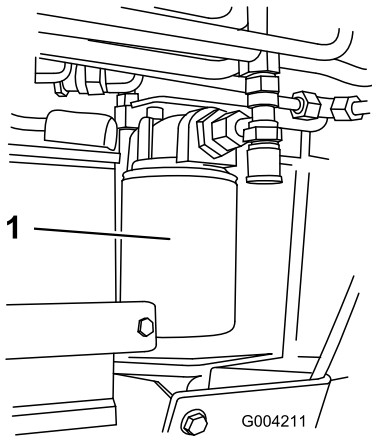

Figure 62
4. Placez un bac de vidange sous le filtre (Figure 62).
5. Enlevez le filtre à huile usagé (Figure 62) et essuyez la surface du joint de l'adaptateur.
7. Montez le filtre de rechange sur l'adaptateur (Figure 62). Tournez le filtre dans le sens horaire jusqu'à ce que le joint rejoigne l'adaptateur, puis serrez-le encore de $\frac{3}{4}$ de tour.